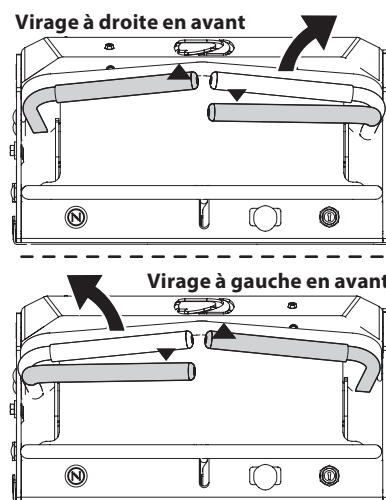

Figure 12
1. Pour tourner à droite, déplacez le levier de contrôle de conduite droit en arrière du levier gauche (Figure 12).
2. Pour tourner à gauche, déplacez le levier de contrôle de conduite gauche en arrière du levier de contrôle droit (Figure 12).